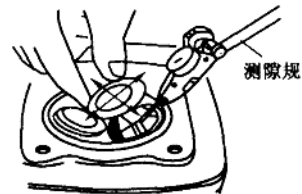

图 1-10 检查气门杆与气门导管间隙
(3)气门杆与气门导管间隙的检查与修理。将气门尽可能深地插入气门导管内,用手摇晃以初步检查气门杆与气门导管的配合间隙及磨损情况,如图1-10所示。